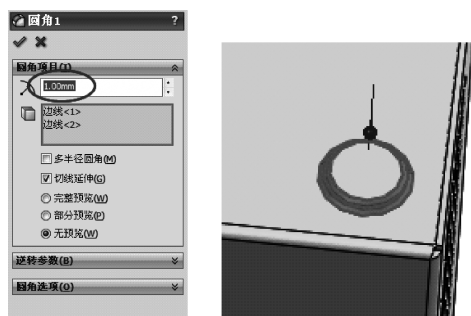

图 14-34 生成圆角特征 1
18) 单击【特征】工具栏中的 (圆角) 按钮,在【属性管理器】中弹出【圆角】属性设置。在【圆角项目】选项组中,设置 (半径) 为 1.00mm,单击 (边线、面、特征和环) 选择框,在图形区域中选择模型的 2 条边线,单击 (确定) 按钮,生成圆角特征,如图 14-34 所示。